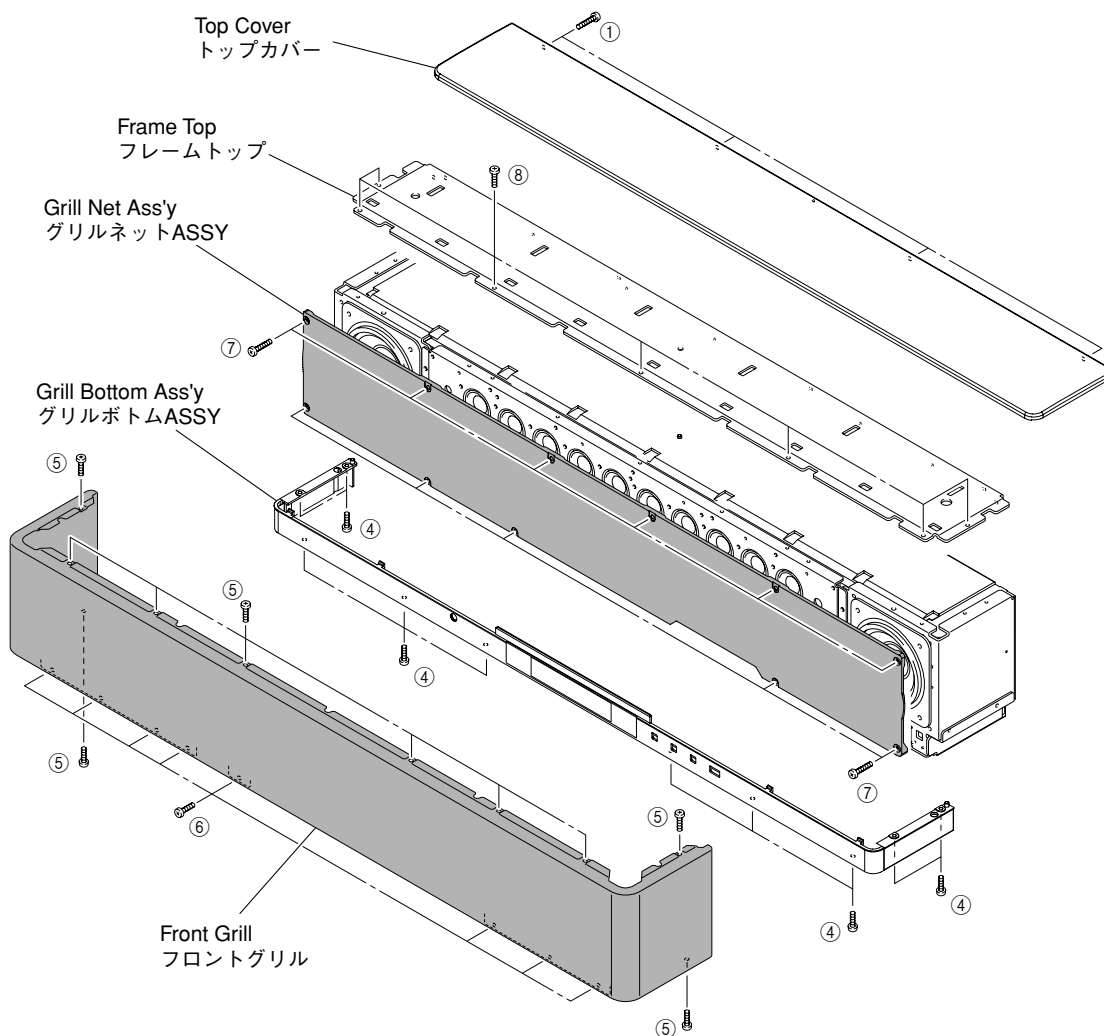

Fig. 2
- Remove 4 screws (①). (Fig. 2)
- Slide the Top Cover rearward to remove it. (Fig. 2)
- ①のネジ4本を外します。(Fig. 2)
- トップカバーを後方へスライドさせ、取り外します。(Fig. 2)
- Remove 10 screws (④). (Fig. 2)
- Remove the Grill Bottom Ass'y. (Fig. 2)
- ④のネジ10本を外します。(Fig. 2)
- グリル ボトムASSYを取り外します。(Fig. 2)
- Remove 10 screws (⑤) and 8 screws (⑥). (Fig. 2)
- Remove the Front Grill. (Fig. 2)
- ⑤のネジ10本、⑥のネジ8本を外します。(Fig. 2)
- フロントグリルを取り外します。(Fig. 2)
- Remove 11 screws (⑦). (Fig. 2)
- Remove the Grill Net Ass'y. (Fig. 2)
- ⑦のネジ11本を外します。(Fig. 2)
- グリルネットASSYを取り外します。(Fig. 2)
- Remove 7 screws (⑧). (Fig. 2)
- Remove the Frame Top. (Fig. 2)
- ⑧のネジ7本を外します。(Fig. 2)
- フレーム トップを取り外します。(Fig. 2)